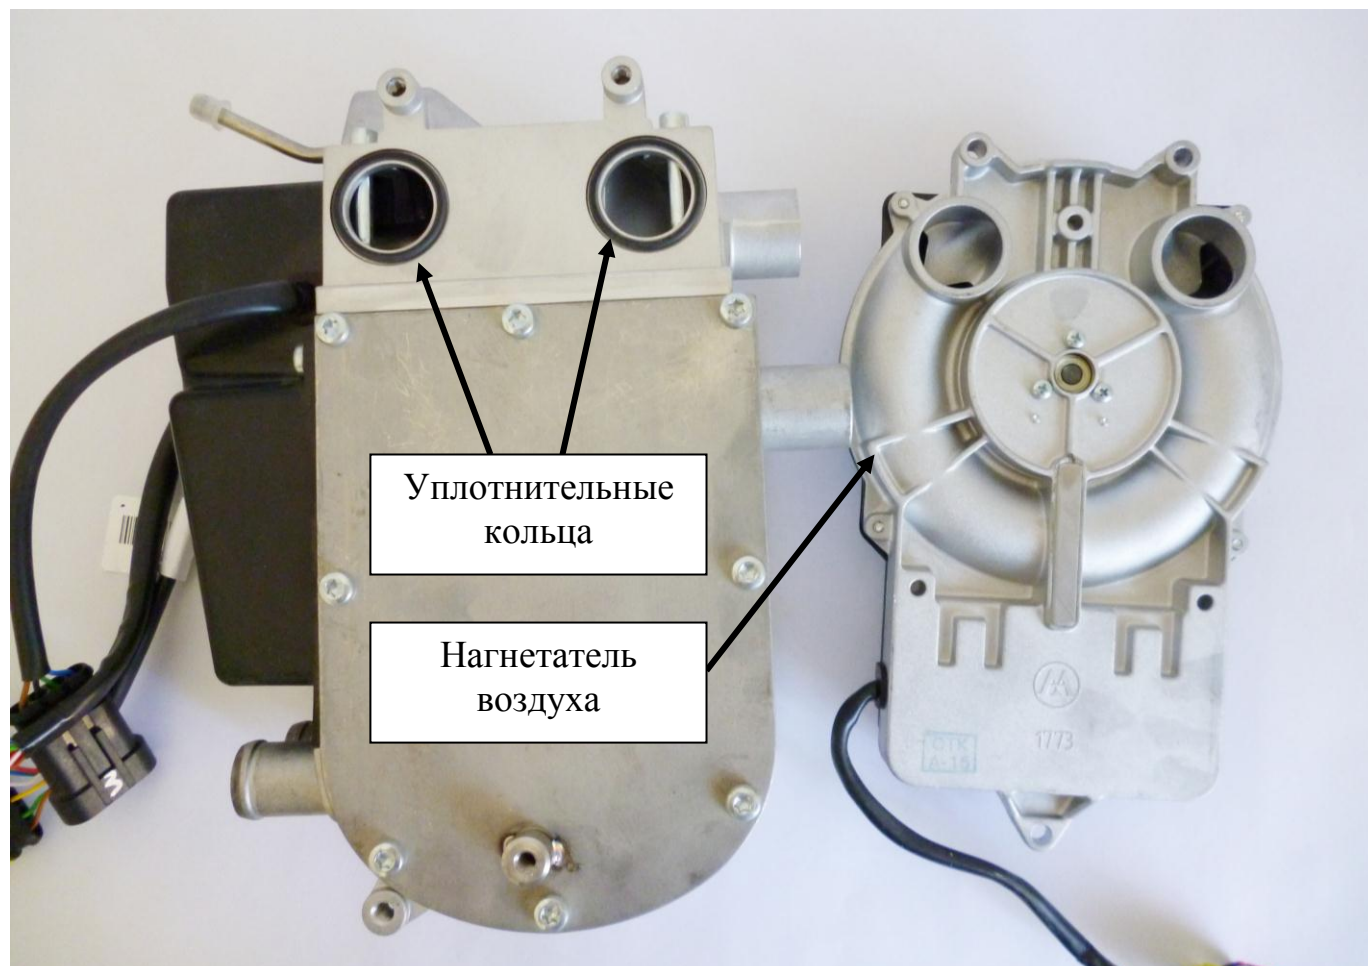

Рис.7 – Нагнетатель воздуха
Нагнетатель воздуха (рис.7) состоит из электродвигателя с прикрепленной улиткой. На валу электродвигателя установлена крыльчатка. Крыльчатка с улиткой при вращении вала электродвигателя формируют поток воздуха, который поступает в камеру сгорания для обеспечения горения, а так же производит продувку камеры сгорания для охлаждения и удаления оставшегося топлива и влаги перед началом и окончанием процесса горения.
5.8.1 Топливный насос (рис. 7) служит для дозированной подачи топлива в камеру сгорания.
- проверить герметичность соединения между корпусом топливного насоса и входным штуцером (см. рис.7). Проверку производить воздухом давлением не более 1кгс/см². Давление подводить со стороны входа при этом выходной штуцер заглушить. Если соединение негерметично необходимо заменить прокладку в штуцере (см. рис 7).